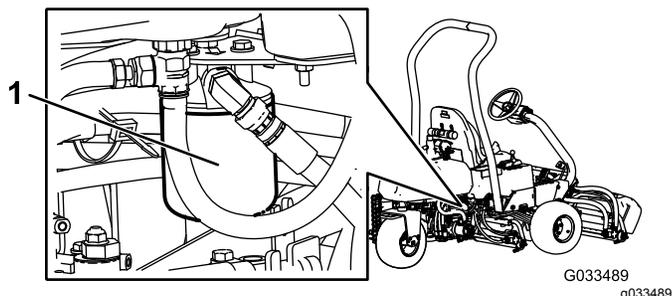

Figura 52
- Repita o passo 1 e 2 para o filtro hidráulico direito (Figura 52).